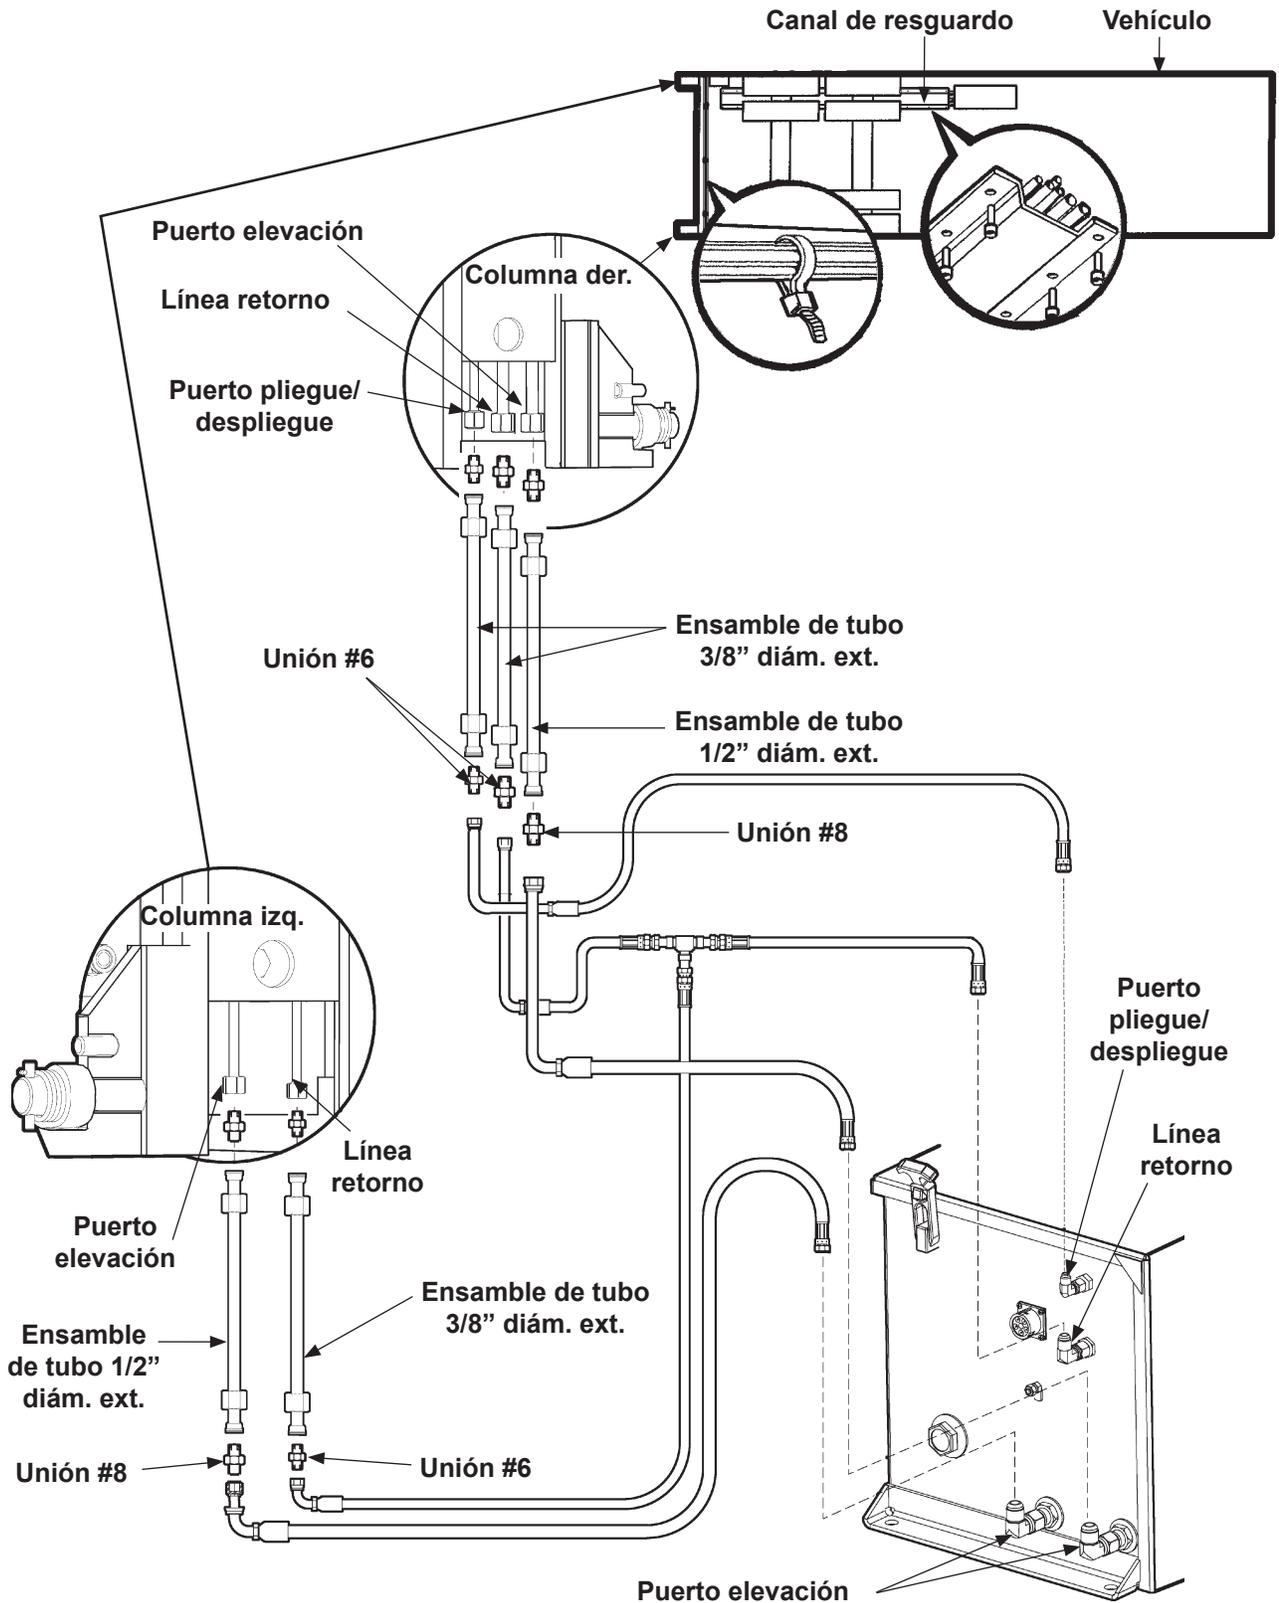

FIG. 7-1
6. Conecte los (2) ensambles de tubo de 1/2" diámetro exterior y ensambles de tubo (3/8") diámetro exterior entre las mangueras hidráulicas y líneas hidráulicas (columnas) como se muestra en la **FIG. 6-1** (elevadores descenso x gravedad) y **FIG. 7-1** (elevadores descenso asistido).